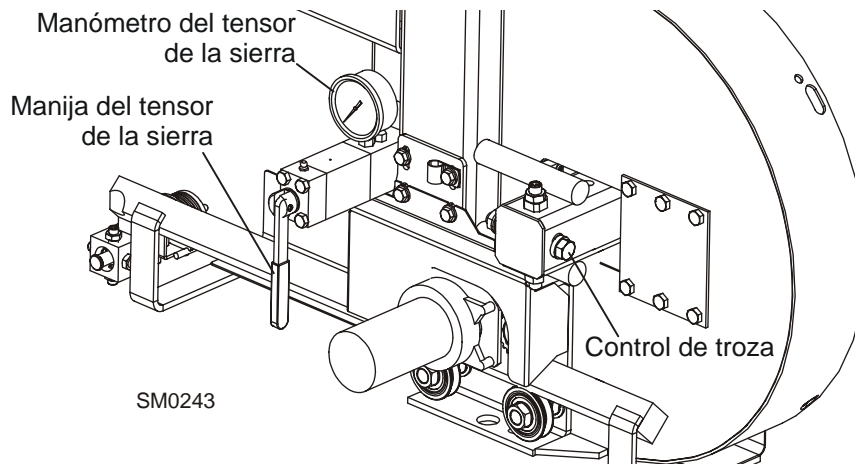

FIGURA 3-5
Vea la **Figura 3-5**. Para tensar la sierra, gire la manija de tensión hidráulica en el sentido de las agujas del reloj hasta que el medidor de tensión indique la tensión recomendada.
5. Para ajustar la ruta de la sierra en las poleas portasierra, use la manija del control de troza que se muestra en la **Figura 3-5**.